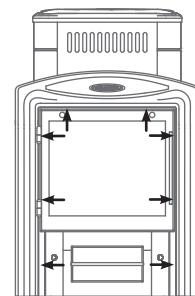

Bild 8. Auseinandersetzen der Tür mit Rahmen bei der Montage des Ofenmodells «Vitra»
1. 8 Stück Bohrschrauben lösen, mit derer Hilfe die Tür mit Rahmen zum Brennstoffkanal befestigt wird und sie abnehmen; (siehe Bild 8)